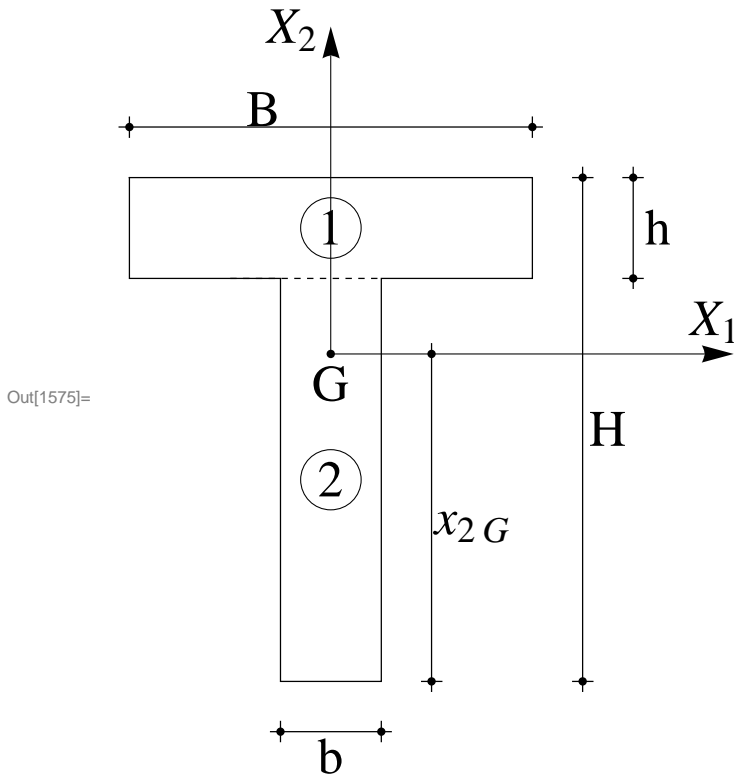

Figura 3 - Calcolo del momento di inerzia
Con riferimento alla Figura 3, si calcola il momento di inerzia rispetto all'asse X_1 , come somma dei momenti di inerzia dei due rettangoli 1 e 2. Utilizzando le formule di trasporto si ha:
- Figura 3